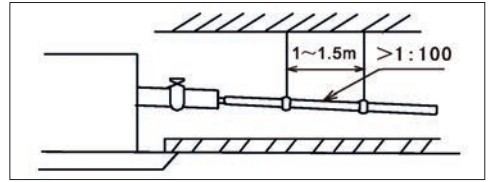

Рис. 2
- Необходимо обеспечить достаточную разницу высот при прокладке дренажного трубопровода. Труба должна быть установлена под углом (1/100-150) для беспрепятственного отвода конденсата (рис. 2 приложения).